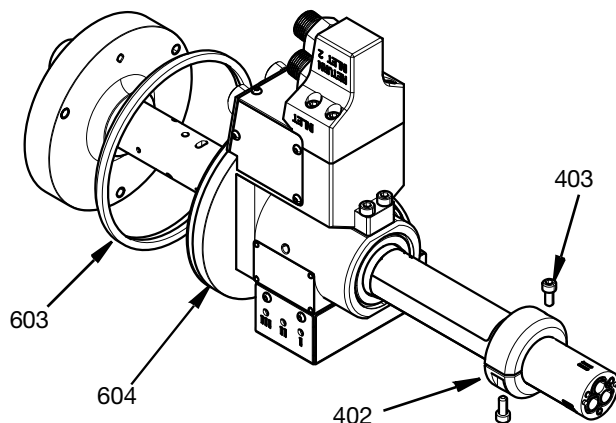

FIG. 25
5. Plaats de afdichtingsring (603) in de groef aan de buitenzijde van het lagerhuis (604). Schuif de volledige eenheid op de centrale behuizing (101) en zorg ervoor dat de voorkant van het lagerhuis strak tegen de voorkant van de centrale behuizing ligt. Schuif de borgring (401) op de centrale behuizing en draai de twee M5-schroeven (403) vast tot 6,5 N•m (57,5 in-lbs). Zie FIG. 25.